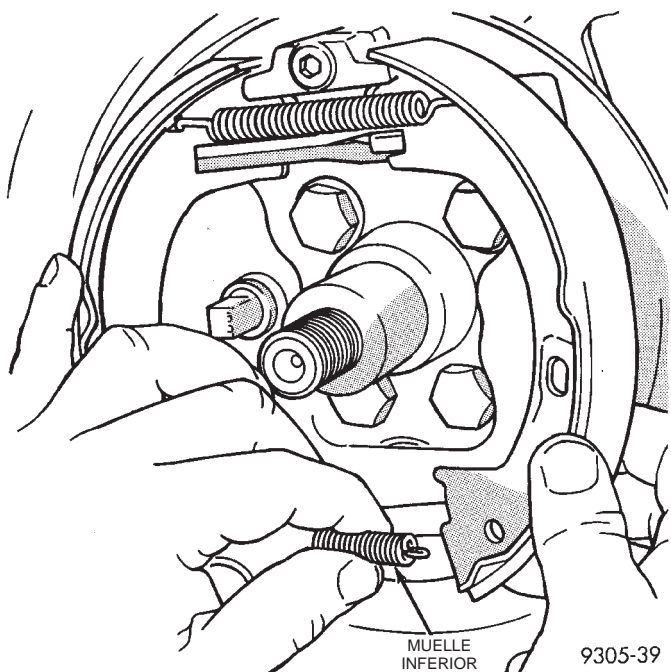
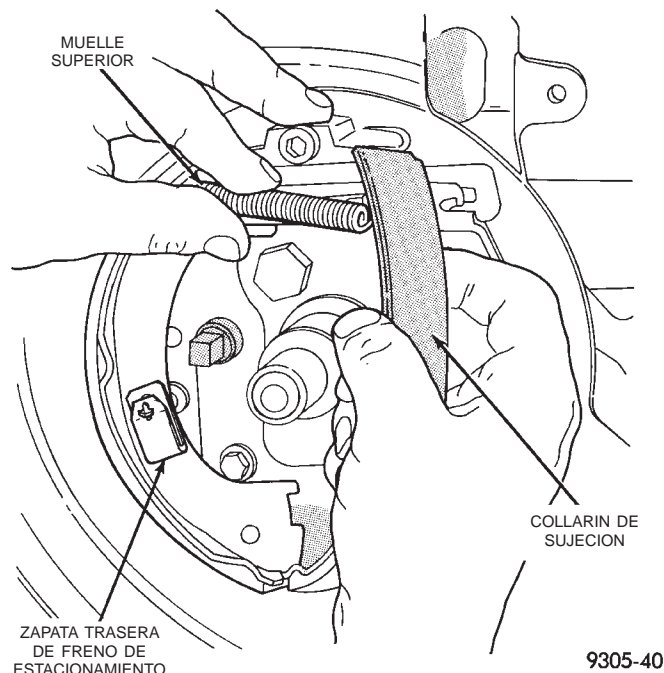

Fig. 162 Muelle de retroceso inferior de la zapata de freno
Fig. 163 Zapata de freno y muelle superior
(9) Retire el muelle inferior de la zapata (Fig. 162).
(10) Tire el conjunto de la zapata trasera de freno, alejándolo del anclaje. Luego retire la zapata trasera de freno y el muelle superior (Fig. 163).
(2) Instale la zapata trasera de freno y la zapata superior de freno en el muelle de retroceso de la zapata (Fig. 163).
(3) Tire de la zapata trasera de freno sobre el bloque del anclaje hasta que esté correctamente situada en el adaptador.
(4) Instale la zapata inferior en el muelle de retroceso de la zapata (Fig. 162).